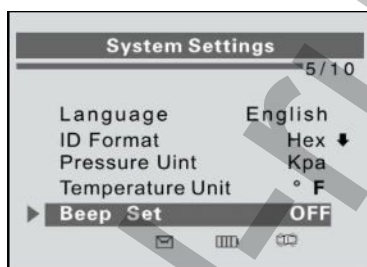

Рисунок 2-10
- 1) В окне **System Settings [Параметры системы]** с помощью **кнопок прокрутки вверх/вниз** выберите пункт **Beep Set [Настройка звукового сигнала]**, а затем нажмите кнопку **Y**. См. рисунок 2-10.